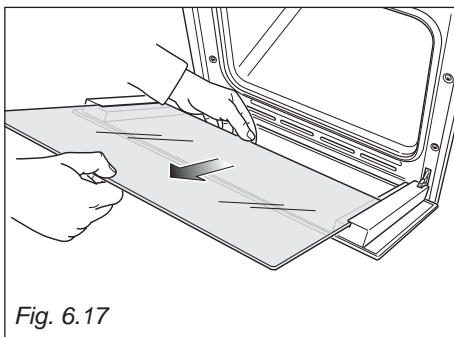

Fig. 6.17
- Forsigtigt trækkes det inderste glas af (Fig. 6.17).